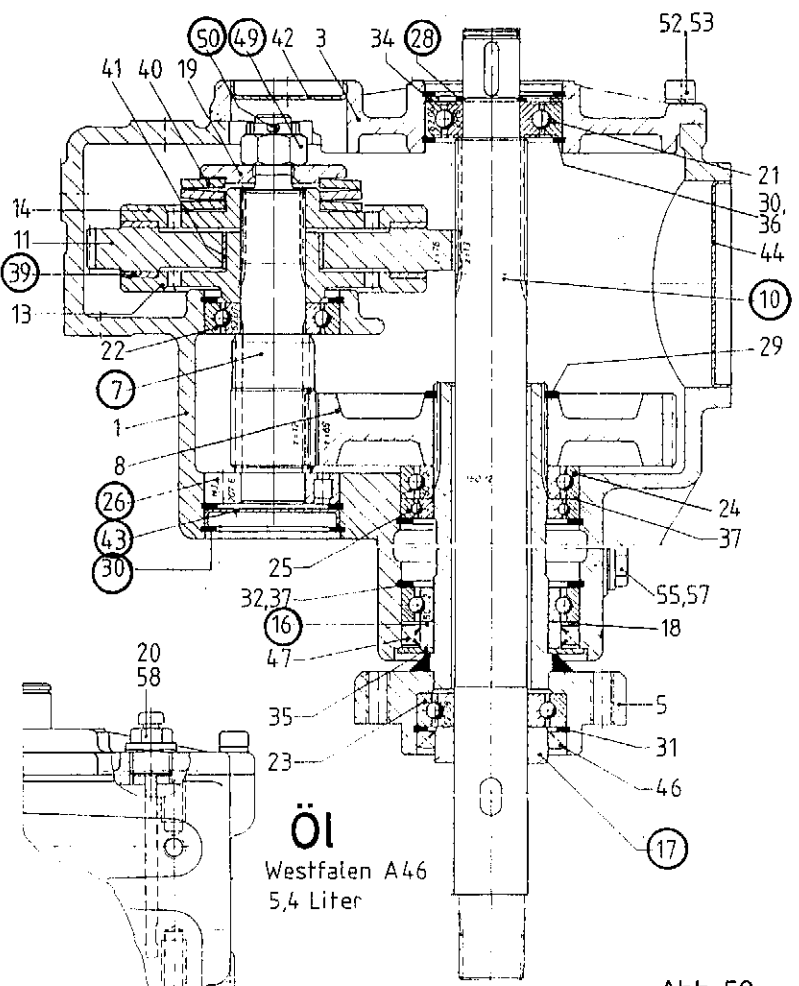

Abb. 53
7.9 Montagearbeiten am Stirnradgetriebe nach Abb. 53